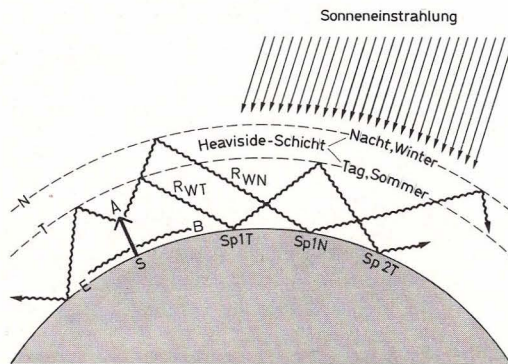

Bild 183. Zur Ausbreitung von Kurzwellen
Bild 183 zeigt, wie die von einem Kurzwellensender S abgestrahlte, sehr hochfrequente Sendeleistung sich in Bodenwelle (B) und Raumwelle (R_{WT} und R_{WN}) aufteilt. Die Bodenwelle reicht nicht weit. Anders die Raumwelle. Sie wird von den oberen Luftschichten reflektiert, wenn diese durch die Sonnenstrahlung ionisiert sind. Die ionisierte Schicht heißt Heavisideschicht. Tags und im Sommer, wenn die Sonneneinstrahlung länger einwirkt, ist der Abstand zwischen Erdoberfläche und dieser Schicht geringer als nachts oder im Winter. Da der Abstrahlwinkel für kurze Kurzwellen anders ist als für längere Kurzwellen, ist die Reichweite der Kurzwellen tages- und jahreszeitabhängig.
Wie Bild 183 zeigt, kehren die an der höheren Schicht reflektierten Raumwellen (R_{WN}) weiter entfernt vom Sender zur Erde zurück. Weite Entfernungen zu anderen Kontinenten werden durch mehrfaches Reflektieren überwunden.